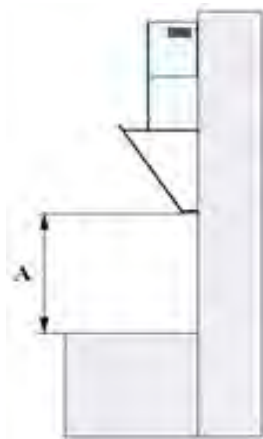

Рис. 3
3. Приложите корпус вытяжки к стене, сохраняя минимальное расстояние А (60 см для электрических и 65 см для газовых плит) **между нижним краем вытяжки и поверхностью для приготовления пищи на плите** (рис. 3).